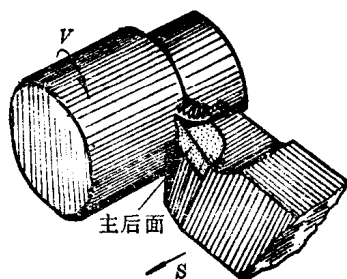

图 2-4
(2) 主后面——就是刀具对工件上正受加工的表面所对着刀具的那个表面（图 2-4）。